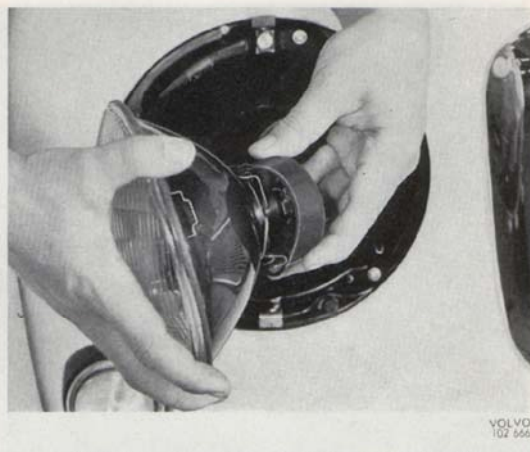
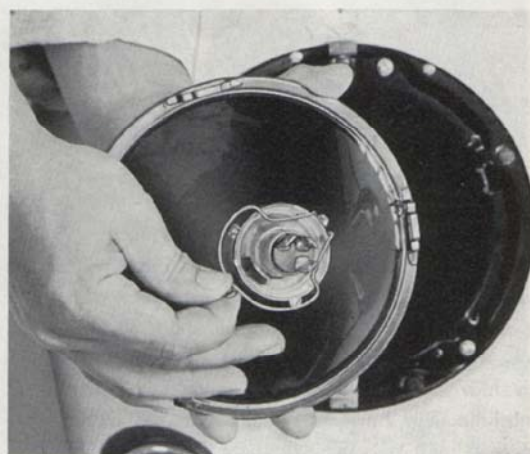

Bild 79. Demontering av gummiskydd.
Bild 80. Demontering av hållfjäder för glödlampa.
3. Är vagnen försedd med asymmetrisk strålkastarinsats demonteras först gummiskyddet enligt bild 79 och därefter fjädern som håller glödlampan enligt bild 80.